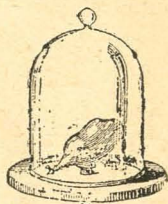

Fig. 40.—Fuerza de expansión de los gases
1. **Fuerza de expansión de los gases.**—Los gases son eminentemente expansivos y tienden á ocupar espacios más y más grandes. Se demuestra esta propiedad colocando bajo el recipiente de la máquina neumática, una vejiga de llave con una pequeña cantidad de aire (fig. 40); la vejiga se infla á medida que disminuye la presión del aire en el recipiente; pero cuando se deja penetrar el aire exterior, la vejiga se comprime de nuevo.